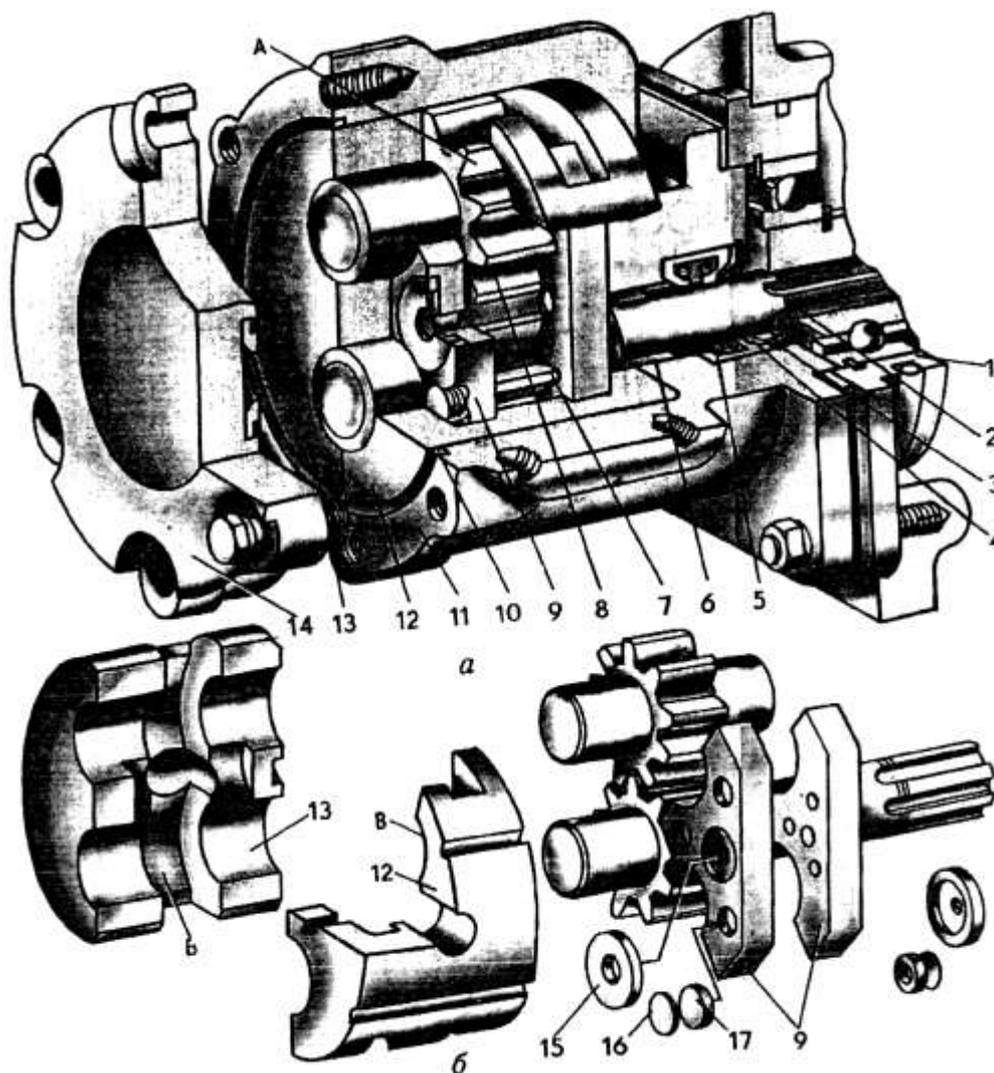

Рис. 37. Шестерённый насос типа НШ-К
4. Разберите насос НШ-К (рис. 37).